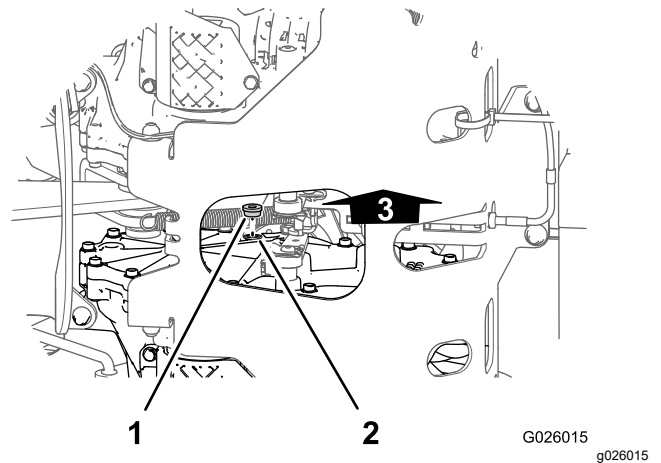
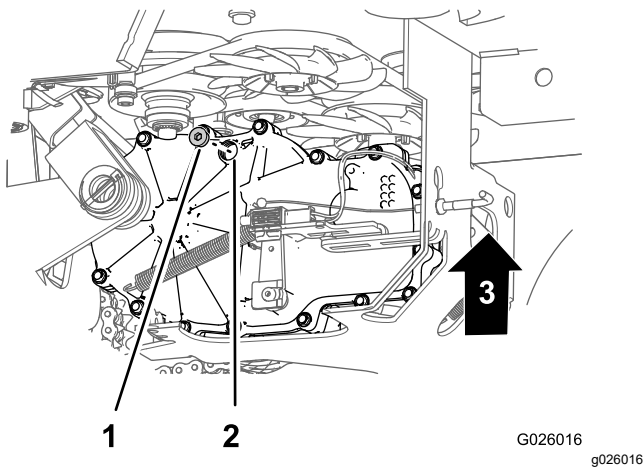

Figura 69
Figura 70
2. Alinee un recipiente debajo de los tapones de la mirilla de las transmisiones (Figura 69 y Figura 70).
3. En el lado interior de la transmisión, cerca de la parte superior, retire el tapón de la mirilla de una de las transmisiones (Figura 69 y Figura 70).